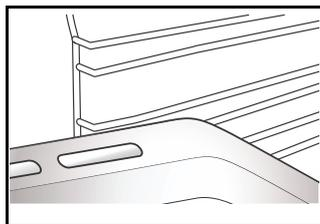

Fig.2
2. Otros accesorios, como la graseira y la bandeja pastelera, se introducen igual que la rejilla (Fig.2).